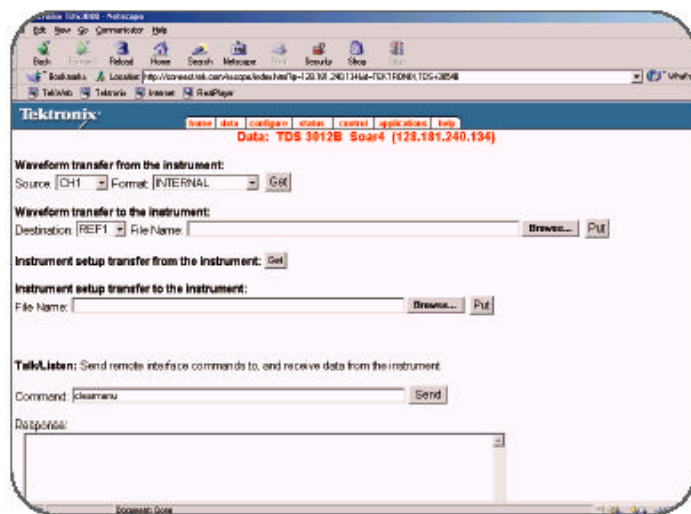

图2. TDS3000B示波器自带的Data页面。在这里输入命令,或点击Control标记,下载示波器的图形用户界面。
2. 在TDS3000B中存储IP地址:进入示波器的前面板,在下述顺序的菜单选项中进行选择:Utility, System, I/O, Ethernet Settings, Change Ethernet Settings。地址菜单如图2所示。
在Web浏览器窗口中输入示波器的IP地址,您将进入示波器自带的e\*Scope主页。点击页面顶部的Data标记。从Data页面(图2)上,可以输入命令,对示波器进行控制。